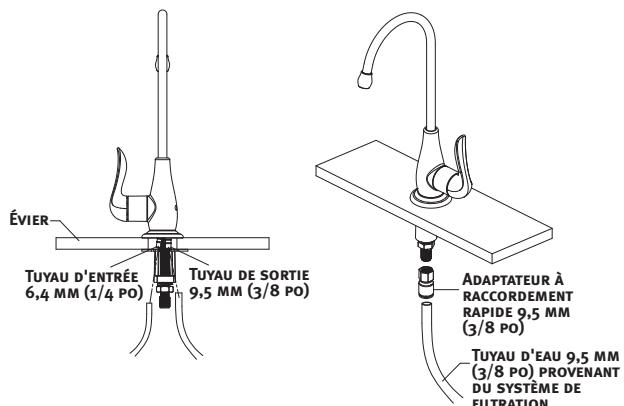

FIG.3
3. SI LE SYSTÈME DE FILTRATION UTILISÉ EST UN SYSTÈME SIMPLE À UNE SORTIE (ET NON UN SYSTÈME D'OSMOSE INVERSE QUI NÉCESSITE UN DRAIN), PASSER À L'ÉTAPE 4. SI, DANS LE CAS D'UN SYSTÈME D'OSMOSE INVERSE, UN TUYAU D'ÉVACUATION EST REQUIS POUR PASSER LA COUPURE ANTI-RETOUR INTÉGRALE DU ROBINET, RACCORDER LE TUYAU D'ÉVACUATION DE 6,4 MM (1/4 PO) DE L'APPAREIL À LA PETITE CANNELURE AU BAS DU ROBINET. RACCORDER LE TUYAU 9,5 MM (3/8 PO) DU ROBINET AU DRAIN. LE TUYAU D'ÉVACUATION FONCTIONNE PAR GRAVITÉ. FAIRE EN SORTÉ QU'IL SOIT LE PLUS COURT ET LE PLUS DROIT POSSIBLE, SANS BOUCLE NI DÉPRESSION. (FIG. 3)